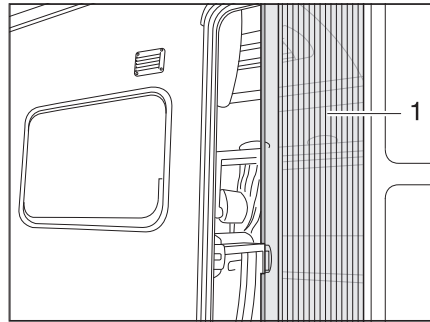

Bild 21 Insektenschutz
- Schließen:** ■ Insektenschutz an der Leiste (Bild 21,1) ganz herausziehen.
- Öffnen:** ■ Insektenschutz an der Leiste (Bild 21,1) in Ausgangsstellung zurück-schieben.